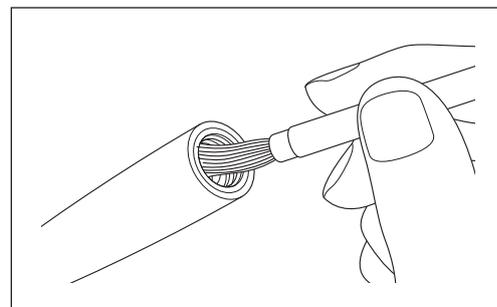

Fig. 39
- 3) Utilisez la brosse de nettoyage fournie pour éliminer la poudre de la partie interne de la zone où la pièce à main était branchée (Fig. 39).